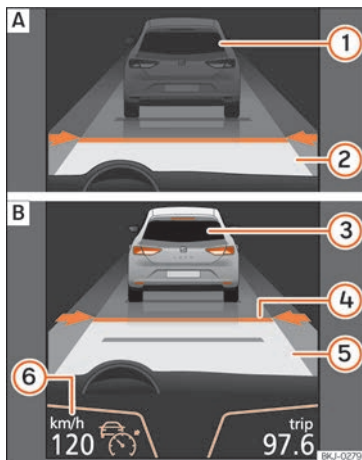
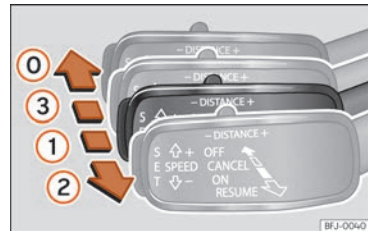
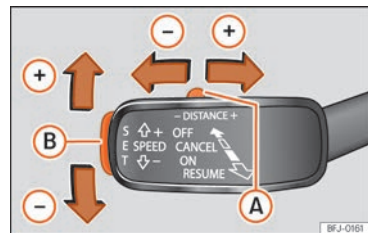

Fig. 274 En la pantalla del cuadro de instrumentos: **A** ACC inactivo (Standby). **B** ACC activo.
Fig. 276 A la izquierda de la columna de la dirección: tercera palanca para manejar el ACC.
Fig. 277 A la izquierda de la columna de la dirección: tercera palanca para manejar el ACC.
Indicaciones en la pantalla » » » **fig. 274:**
Cuando el ACC está conectado, en el cuadro de instrumentos se ilumina el testigo de control verde (S) y en la pantalla se muestra la velocidad programada y el estado del ACC »» fig. 274.
- Para activar el ACC mueva la tercera palanca a la posición **ON** »» fig. 276 ①. En este momento el ACC no está activo ni hay velocidad programada.
• A continuación pulse la tecla **SET** »» fig. 277 ② o desplace la palanca a la posición **RESUME** »» fig. 276 ②. En este momento se activa el ACC, se programa la velocidad actual y la distancia. La imagen del cuadro pasará a modo Activo »» fig. 274 ③.
- Para programar la velocidad desplace la tercera palanca hacia arriba (+) o abajo (-) hasta la velocidad deseada »» fig. 274 ④. El ajuste de la velocidad se realiza en intervalos de 10 km/h (6 mph).
- En caso de que se desee incrementar la velocidad en intervalos de 1 km/h (0,6 mph), desplace la palanca hacia la posición **RESUME** »» fig. 276 ② o para disminuirla pulse la tecla **SET** »» fig. 277 ②.
- Para aumentar o reducir el nivel de distancia desplace la tecla **A** hacia la derecha o la izquierda »» fig. 277.
En la pantalla del cuadro de instrumentos se modifica el nivel de distancia seleccionado »» fig. 274 ④. Se puede seleccionar entre 5 niveles de distancia. SEAT recomienda el nivel 3. La distancia programada puede modificarse con el vehículo detenido o durante la conducción »» △.
- Para desconectar el ACC mueva la palanca a la posición **OFF** (fija) »» fig. 276 ⑤. En ese momento aparece el texto **ACC desactivado** y la función queda completamente desactivada.